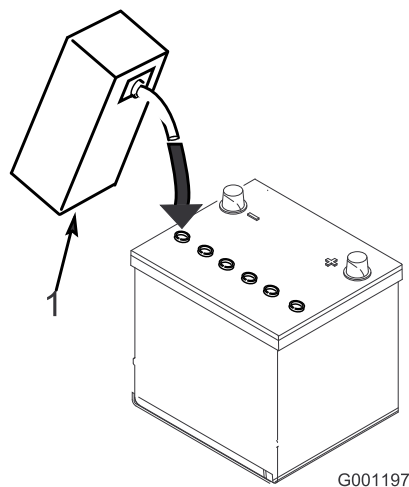

图5
5. 小心为每个电池注入电解液直到电池极板被大约 6mm 的液体覆盖 图5。